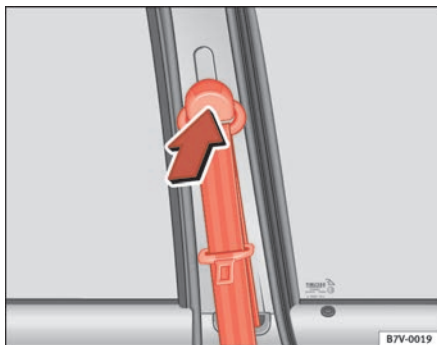

Fig. 15 Ubicación del regulador de la altura del cinturón
- Presione el dispositivo de reenvío en la zona superior ⇒ **fig. 15** en el sentido que indica la flecha y manténgalo en esta posición.